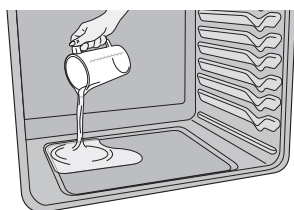

Figure 20 : Ajoutez 1 tasse d'eau du robinet
3. Versez 1 tasse d'eau du robinet dans le fond du four (Figure 20). Fermez la porte du four.